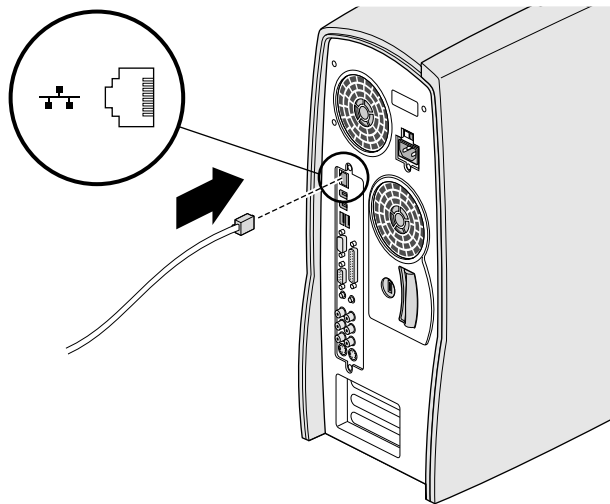

图 1-4 连接以太网
3. 要将系统联网，将墙上的以太网电缆线接到系统背面的 RJ45 连接器上，如图 1-4 所示。